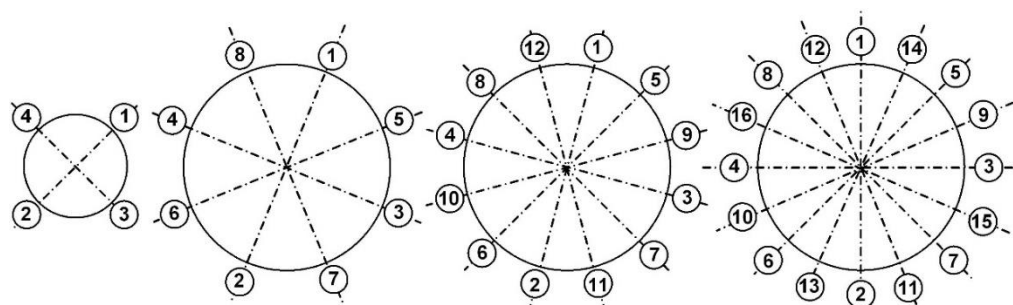

Рис.9. Очередность затяжки гаек на фланцах.
- 3.3.5.4. Затяжка гаек при установке ЭМР (имитатора) в трубопровод должна производиться в очередности, обозначенной на рис.9, динамометрическим ключом с крутящим моментом не более, указанного в табл.4.